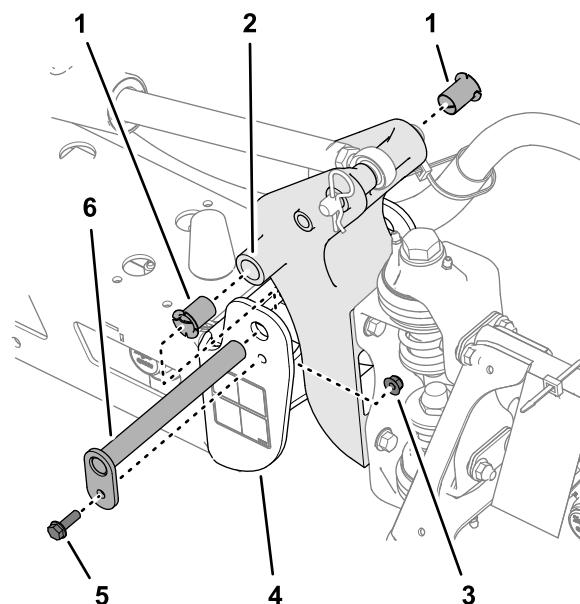

図 120
5. ナイロンブッシュを取り外し、ピボットブラケットの前面および後面側から見て点検する図 120。
6. 各ナイロンブッシュに少量のオイルを塗ってピボットブラケットに取り付ける図 120。
7. ピボットブラケットの穴を、エンドチャネルの穴に合わせる図 120。
3. ピボットピンを固定しているボルトとナットを外してピンを取り外す図 120。